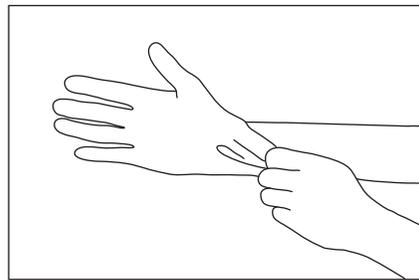

Fig.20
- 1) Pour des raisons de sécurité et afin de réduire le plus possible les risques d'infection, portez toujours des gants de protection, un masque, ainsi que des lunettes de protection. (Fig.20)